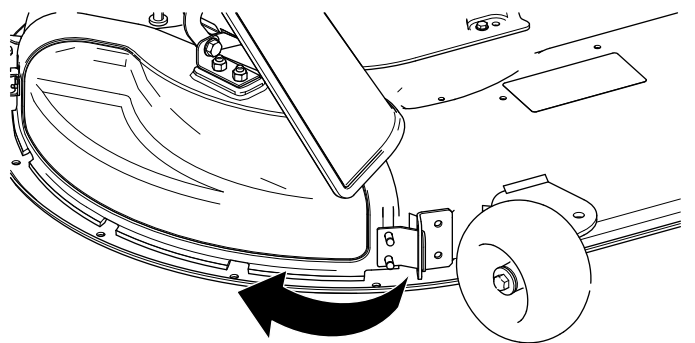

Figura 15
- Gire la tapa de descarga hacia atrás y hacia la carcasa, hasta que la tapa de descarga está alineada con la carcasa de corte (Figura 15).